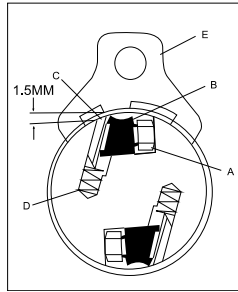

Рис. 5
2. Ослабьте фиксатор ножа (В) поверните винт (А) по часовой стрелке. Ножи выйдут наружу под действием пружины (D). Выньте нож (С) и затем фиксатор ножа (В) (Рис.5) .
Установка ножей (Рис.5).